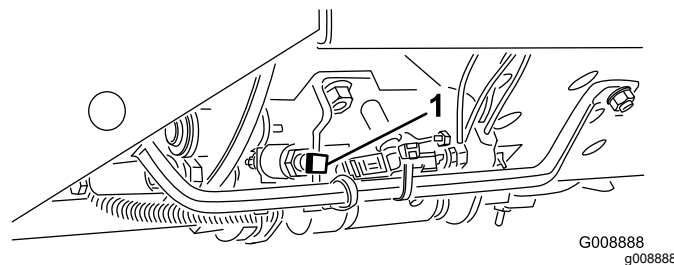

Figura 19
**Importante:** La velocità di tosatura viene impostata in fabbrica a 9,7 km/h. Regolando la vite di arresto della velocità (Figura 19) è possibile aumentarla o ridurla.